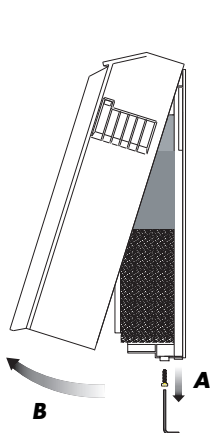
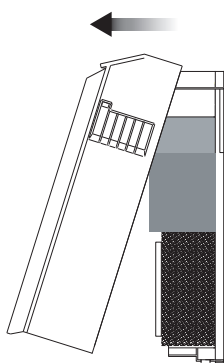

Abb. 1
Abb. 2
- Drehen Sie die Schraube im Gehäuseboden mit dem mitgelieferten Innensechskantschlüssel heraus (Schritt A in Abb. 1).
- Die Haube des AEROPAC ist mit einem Schnappverschluss ausgestattet, ziehen Sie einfach an der unteren Kante der Haube und klappen Sie sie nach vorne hoch (Abb. 1 /B); ziehen Sie die Haube in dieser Lage vom Gerät ab (Abb. 2).